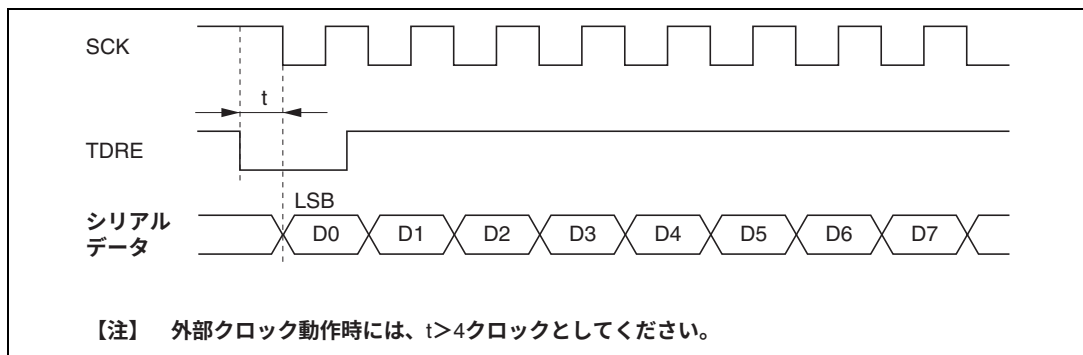

図 15.24 DTC によるクロック同期式送信時の例
(7) DTC 使用上の制約事項
- (a) 同期クロックに外部クロックソースを使用する場合、DTCによるTDRの更新後、 ϕ クロックで5クロック以上経過したあとに、送信クロックを入力してください。TDRの更新後4クロック以内に送信クロックを入力すると、誤動作することがあります (図15.24)。